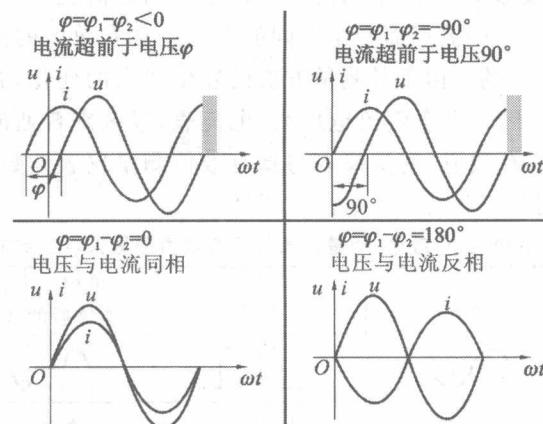

图 1-13 电压与电流的相位差
b. 相位差: 两个频率相同的交流电相位的差叫作相位差, 或者叫作相差。例如研究加在电路上的交流电压和通过这个电路的交流电流的相位差。如果是纯电阻电路, 那么交流电压和电流的相位差等于零。也就是说交流电压等于零的时候, 交流电流也等于零, 交流电压变到最大值的时候, 交流电流也变到最大值。这种情况叫作同相位, 或者叫作同相。如果电路含有电感和电容, 交流电压和交流电流的相位差一般是不等于零的, 或者电压超前于电流, 或者电流超前于电压(图 1-13)。